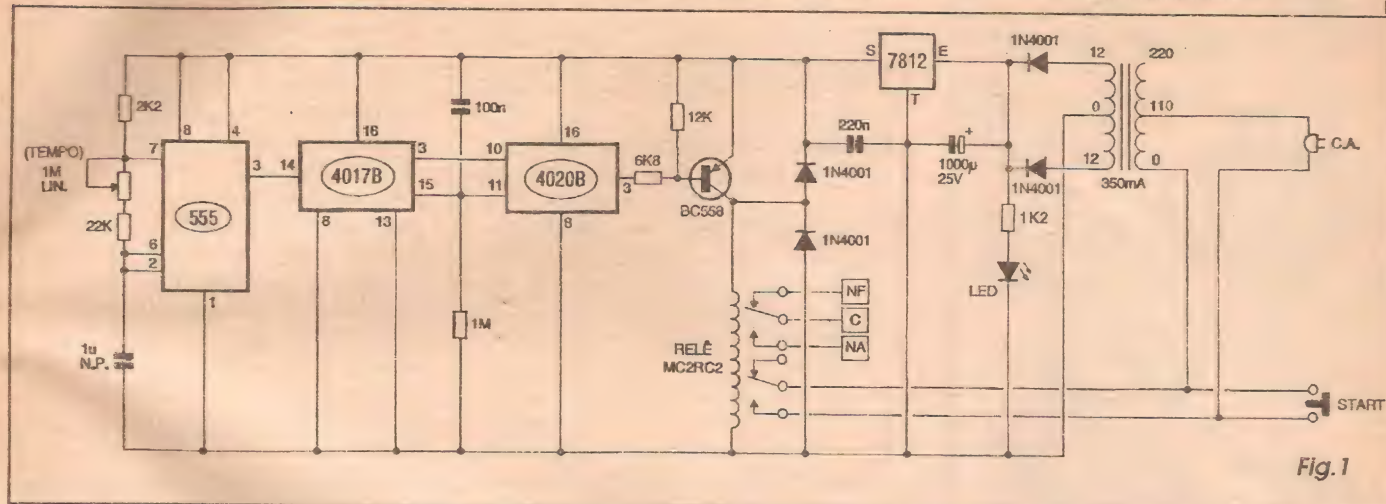

Fig. 1
- FIG. 1 - DIAGRAMA ESQUEMÁTICO DO CIRCUITO - As inusitadas características do DEMOTS devem-se totalmente ao uso inteligente das potencialidades de alguns integrados bastante comuns, de baixo custo e fácil aquisição...